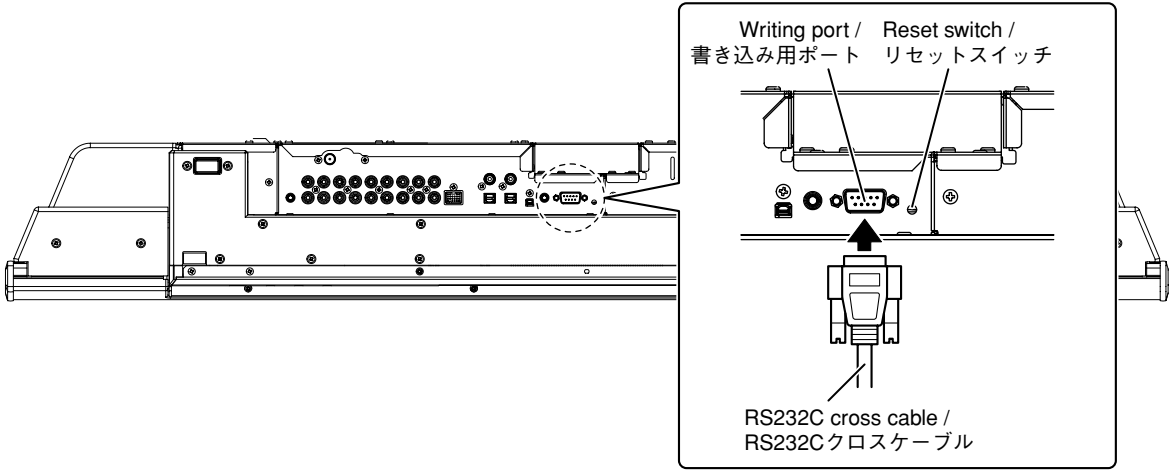

Fig. 1
2. Connect the writing port of the main unit to the serial port (RS232C) of the PC with RS232C cross cable as shown below. (Fig. 1)
2. 本機の書き込み用ポートとPCのシリアルポート (RS232C) を下記のように接続します。(Fig. 1)
3. While pressing the reset switch of main unit, connect the power cable to the AC outlet. (Fig. 1)
3. 本機のリセットスイッチを押しながら、電源コードをACコンセントに接続します。(Fig. 1)